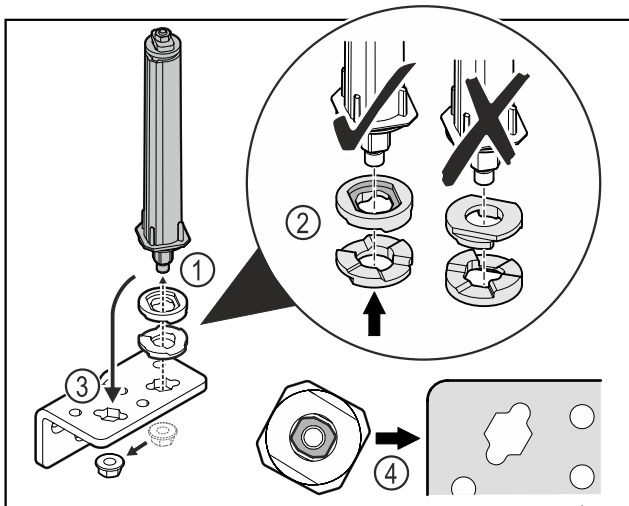

Fig. 36
- ▶ Lossa muttern och ta bort dörrlåssystemet Fig. 36 (1).
- ▶ Se till att rikta brickorna för höjdjustering korrekt Fig. 36 (2).
- ▶ Flytta dörrlåssystemet i gångjärnsfästet och fixera med muttern Fig. 36 (3).
- ▶ Kontrollera att dörrlåssystemet är korrekt riktat vid monteringen Fig. 36 (4).